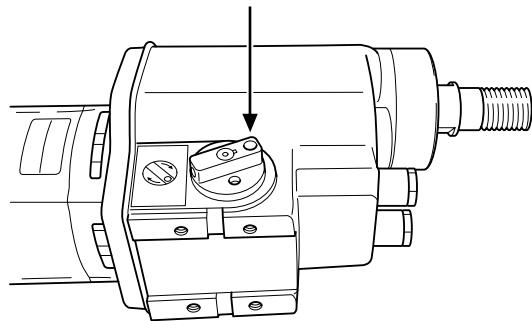

Fig. 6
- Set the working speed by turning the drill spindle while moving the gear knob to the desired position (Fig. 6).
- So wird die Arbeitsdrehzahl eingestellt: gleichzeitig an der Bohrspindel drehen und Schaltdrehknopf in die gewünschte Position drehen (Abb. 6).
- Régler la vitesse de travail en tournant la broche et en réglant simultanément le sélecteur de vitesse sur la position souhaitée (fig. 6).